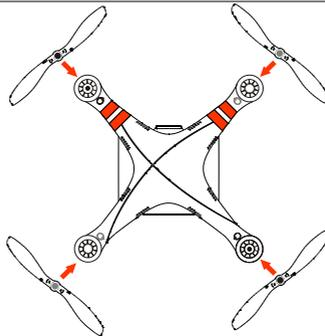

图 2
2. (图 2) 准备两只灰色桨和两只黑色桨, 将灰桨安装到不带黑点标记的电机轴上, 将黑桨安装到带黑点标记的电机轴上。安装时均沿锁紧方向 (⏸) 拧紧螺旋桨。请勿使用螺丝胶。